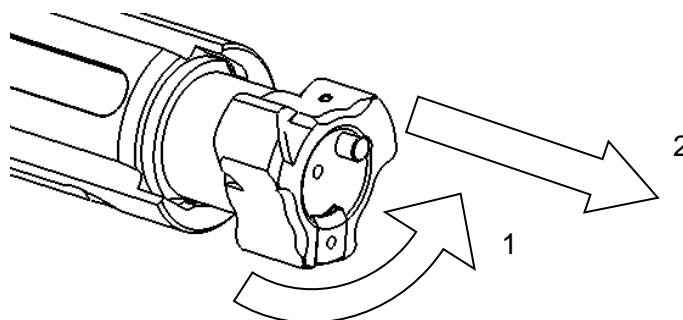

Bild 14
- Den Kopf in die angezeigte (1) Position drehen (Bild 14)
- Den Kopf in axiale Richtung entnehmen (2).